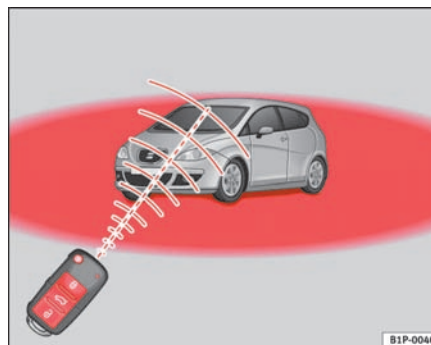

Fig. 64 Fjernbetjeningens virkeområde
- Fjernbetjeningen virker kun, når du er i dens virkeområde $\Rightarrow$ side 96, fig. 64 (rødt område).